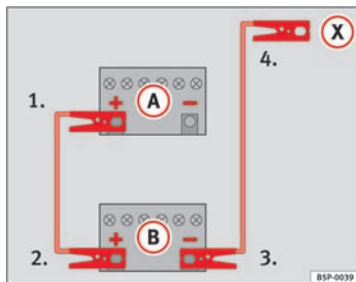

Fig. 136 Starthjælp med batteriet i en anden bil: A – afladet batteri, B – strømgivende batteri ▶
- Sæt den ene ende fast på pluspolen ① ⇒ Fig. 136 på det afladede batteri (A).
- Sæt den anden ende fast på pluspolen ② på det strømgivende batteri (B).
- Sæt den ene ende fast på minuspolen ③ ⇒ Fig. 136 på det strømgivende batteri (B).
- Sæt den anden ende ④ fast på en massiv metaldele, der er forbundet med motorblokken, eller på selve motorblokken.